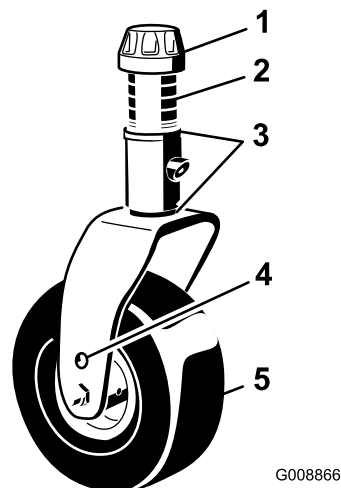

Figura 33
3. Ajuste os calços de 3 mm na(s) forquilha(s) da roda giratória de forma que coincidam com altura de corte fixada no autocolante (Figura 33); consulte Ajustar a altura de corte \(página 31\).